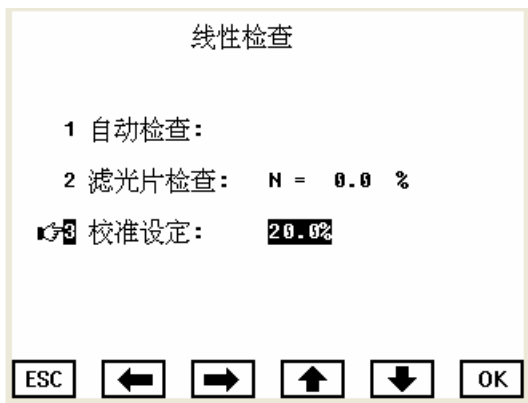

图 2.13
- 当光标指向“3. 校准设定”时按下“OK”，再连续 8 次按下“→”键时屏幕将出现 xx. x%（见图 2.13），↑↓设置增减数值。校准设定的作用是，通过校准使平台测量误差落在线性度要求范围内。该功能主要用于工厂内部调试，不建议客户使用，如需使用，请联系供应商或厂家。
(3) 设置加速模式